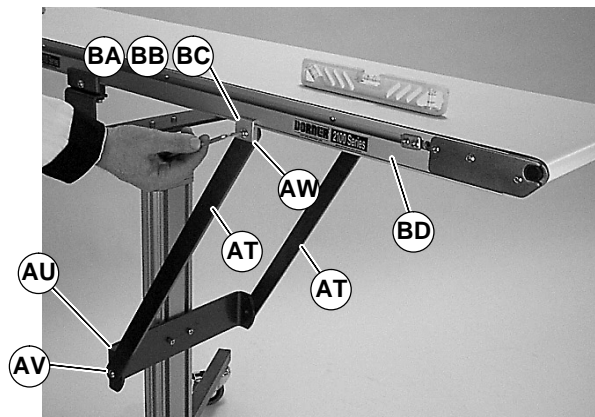
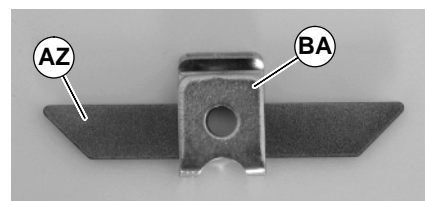

Figure 37
Figure 38
4. Die Verstrebungen (AT siehe Abbildung 37) am Verstrebungsträger (AU) mit M8-Schraube (AV) befestigen.
- 5A. Für 2100 und 2200 Förderbänder: Die Verstrebungen (AT) an den Förderbandschienen (BD) mit 2100/2200 Clips (BB) und M8-Schrauben (AW) befestigen.
- 5B. Für 3100 und LPZ Förderbänder: Die Verstrebung (AT) an den Förderbandschienen (BD) mit 3100/LPZ Clips (BC) und M8 Schrauben (AW) befestigen.
- 5C. Für 6100 Förderbänder: Bandschutzvorrichtungen (AZ siehe Abbildung 38) in 6100 Clips (BA) einführen. Die Verstrebung (AT siehe Abbildung 37) an den Förderbandschienen (BD) mit 6100 Clips (BA) und M8 -Schrauben (AW) befestigen.
6. Die Schrauben (AV u. AW siehe Abbildung 37) mit 9 Nm festziehen.